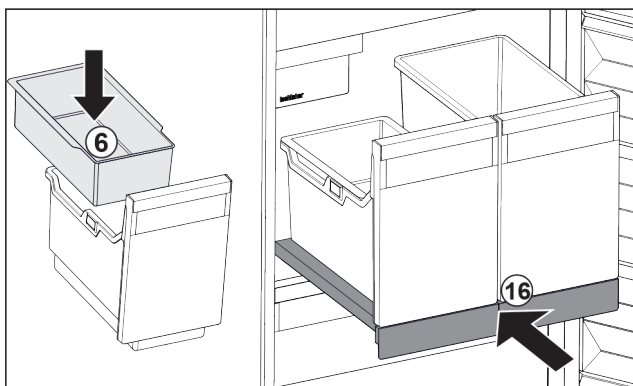

Fig. 87
- ▶ Sätt in det hängande facket Fig. 87 (6) för istärningar.
- ▶ Skjut in utdragshyllan med behållare (IceTower). Fig. 87 (16)